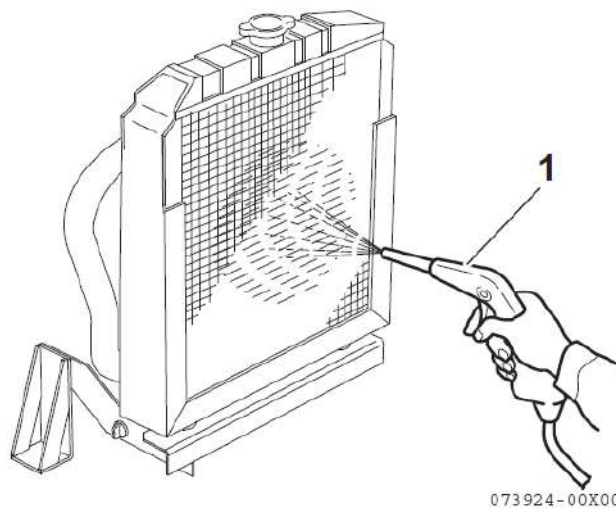

Рисунок 46
- Для удаления грязи и пыли с пластин и из радиатора продуйте его сжатым воздухом под давлением 0.19 МПа, (2 кгс/см²) или меньше (1, рисунок 46). Проявляйте осторожность, чтобы не повредить пластины сжатым воздухом.